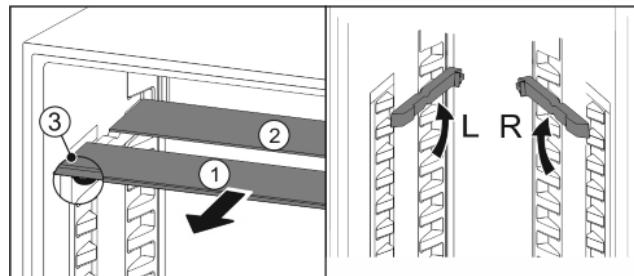

Fig. 22
- По одной извлеките Fig. 22 (1) стеклянные панели движением вперед.
- Стеклянная панель Fig. 22 (1) со стопорами лежит спереди.
- Стопоры показывают вниз Fig. 22 (3).